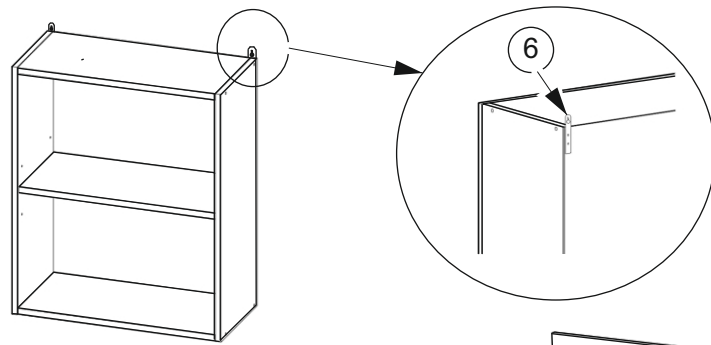

Рис.2.
6. Прикрутить подвески (поз.6) в торцы боков саморезами (поз.7) со стороны задней стенки ДВП, как показано на Рис.2.